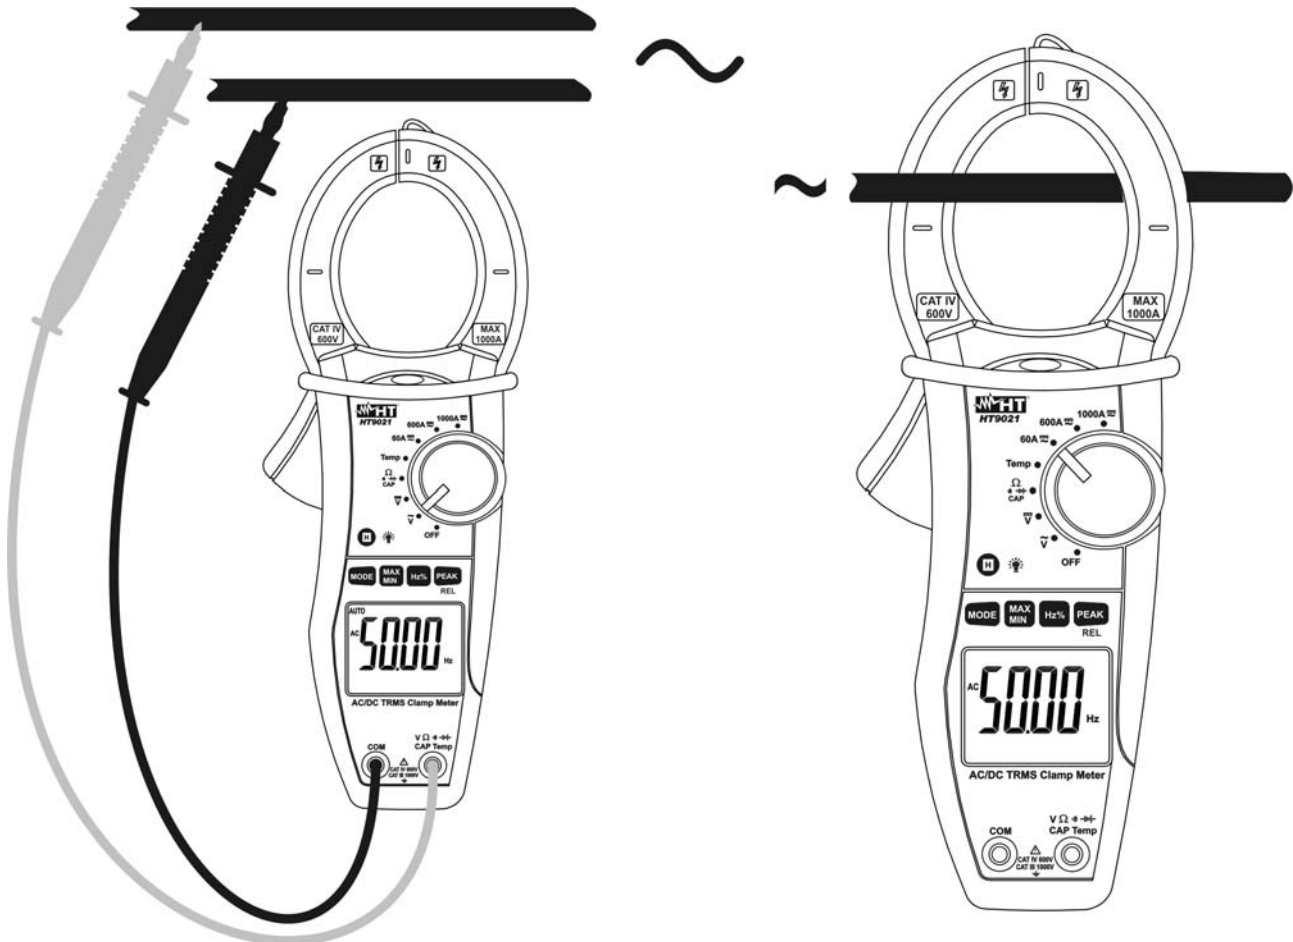

Fig. 10: Uso della pinza per misure di Frequenza e Duty Cycle
3. Inserire il cavo rosso nel terminale di ingresso **VΩ $\tilde{\sim}$ CAP Temp** e il cavo nero nel terminale di ingresso **COM** (Fig. 10 – parte sinistra) per misura di frequenza con puntali. Inserire la pinza sul conduttore (Fig. 10 – parte destra) per misura di frequenza con toroide. Il valore della frequenza (Hz) o del duty cycle (%) è mostrato a display. Nella misura di frequenza e duty cycle la barra grafica analogica è disattivata